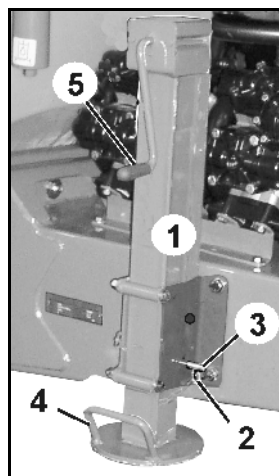

Fig. 43
- Sapata de estabilização elevada durante a utilização ou o transporte (Fig. 43).
1. Soltar o encaixe de charneira (Fig. 43/2).
2. Extrair a cavilha (Fig. 43/3).
3. Elevar/baixar a sapata de estabilização através do punho (Fig. 43/4).
5. Com a manivela de mão (Fig. 43/5), continuar a baixar/eleva a sapata de estabilização.